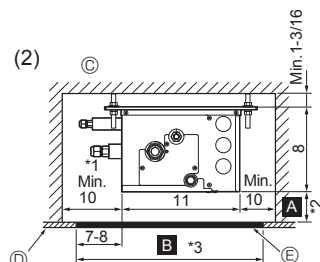
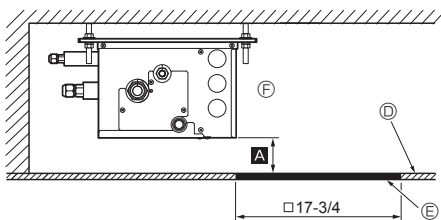

Fig. 4-5
Fig. 4-6
(2) Vue de profil (Fig. 4-5, Fig. 4-6)
Si la valeur est □ 17-3/4 pouce (450 mm) préparer un orifice d'entretien du côté de la carte de circuit imprimé (comme illustré à la Fig. 4-6) et la distance Ⓐ doit correspondre à 11-13/16 pouce (300 mm) minimum.